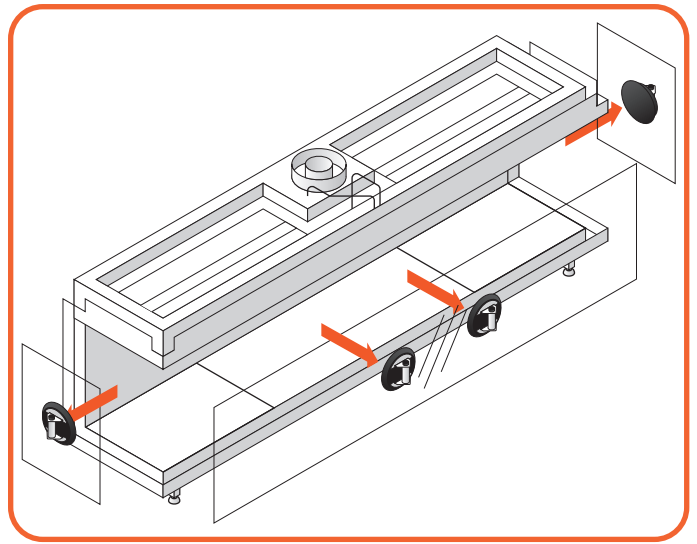

Figura 10.5 - Rimozione del vetro
- Sollevare leggermente il vetro e inclinarlo facendolo passare attraverso l'apertura (vedi *Figura 10.5*).